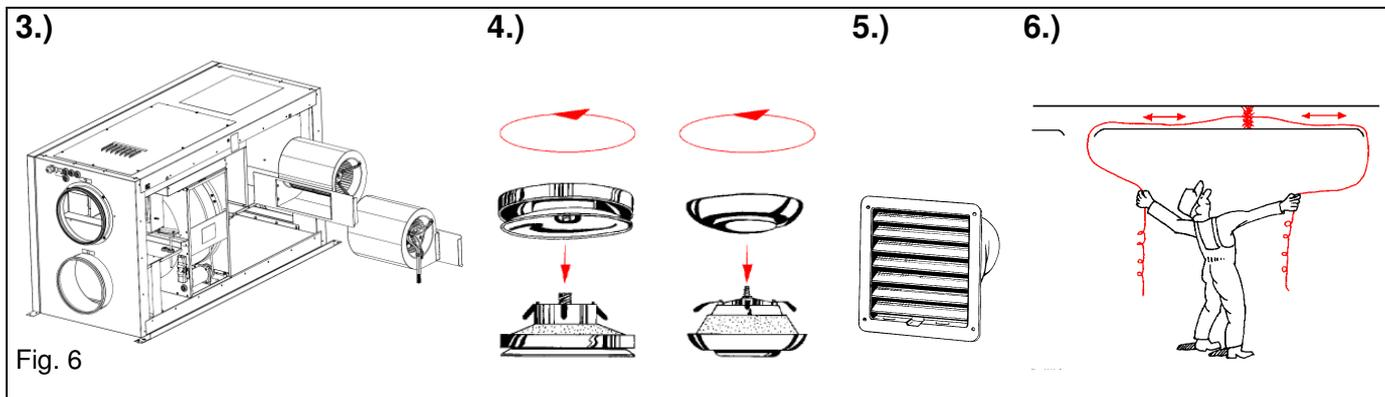

Fig. 6
2. Wartung des Tauschers (alle 3 Jahre) Fig. 6
2. Checking the heat exchanger (every 3 years) Fig. 6
D WARTUNG (Fig. 6)
GB MAINTENANCE (Fig. 6)